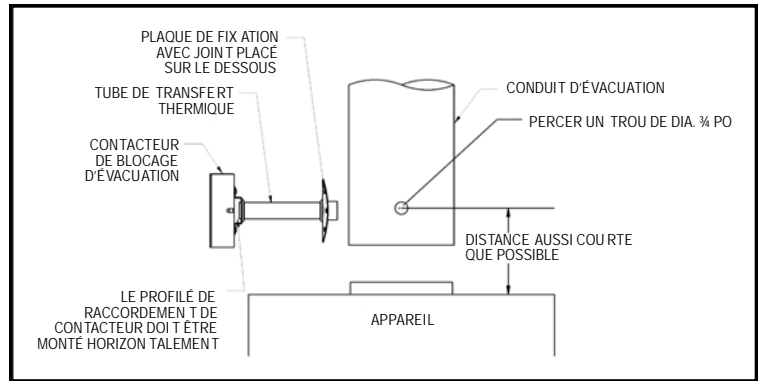

Figure 18
1. Percer ou forer orifice propre (diamètre $3/4 \pm 1/32$ po) dans le conduit d'évacuation à proximité de la sortie d'évacuation de l'appareil (voir Figure 18).